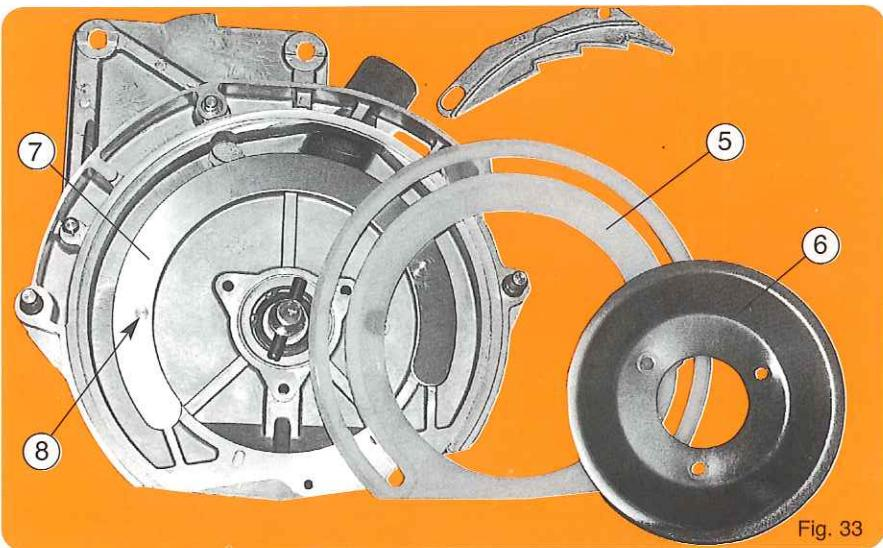

Fig. 33
Maintenue extérieurement dans une gorge et bloquée par la cuvette (6) et ses 3 boulons, la nouvelle couronne devra être positionnée avec attention en prenant soin à ce que les crans du secteur d'appui (7) (fig. 33) et de la couronne soient bien en place dans leur logement.
The wear gasket is positioned externally in a groove and held by the cup (6). Its 3 bolts should be positioned with care making sure that the stub (fig. 33) of the wear gasket is properly positioned in the hole of the housing.
Der neue Kranz ist äußerlich in einer Rille befestigt und durch die Schale (6) und durch 3 Schrauben befestigt. Dabei ist darauf zu achten, daß die Raster des Stützringes (Abb. 33) und des Kranzes richtig in ihrem entsprechen Sitz eingelegt sind.
De nieuwe slijtring wordt aan de buitenkant vastgehouden in een sleuf en met een holle plaat (6) en drie bouten vastgezet. Let er bij het plaatsen goed op dat de inkepingen van de steuring (7) (fig 33) en de slijtring goed in de uitsparingen van het zaaihuis passen. De uitwerper (E) zorgt ervoor dat de zaden regelmatig vallen. Van tijd tot tijd moet worden gecontroleerd of deze nog soepel werkt en in goede staat verkeert.